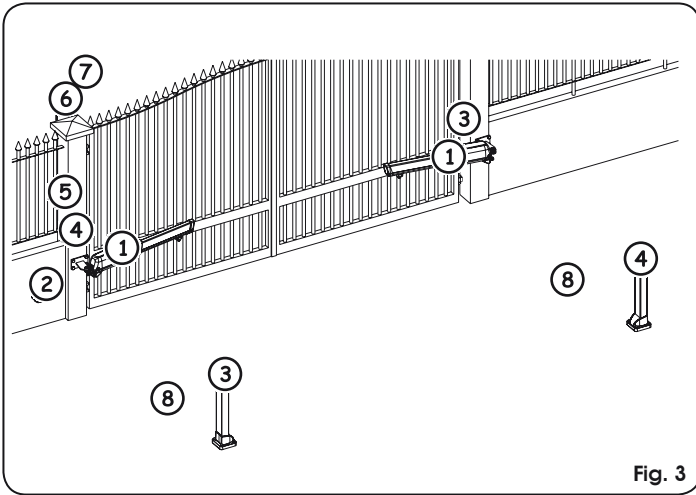

Fig. 3
3.1. Elektrische Einrichtungen (Standardanlage Abb. 3)	Seite.21